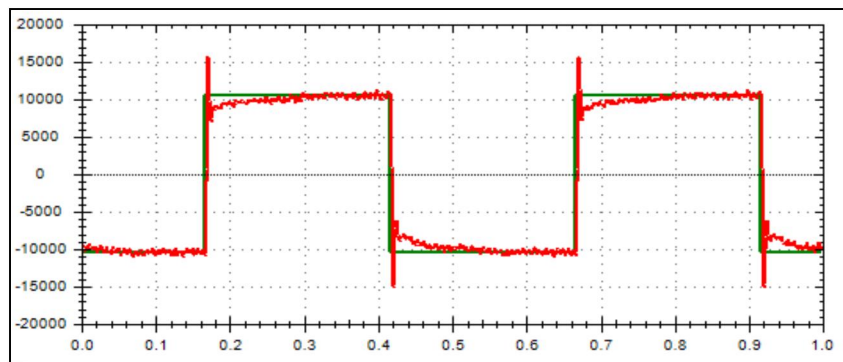

图 16-4 速度环激励响应波形
3. 先调整增益，波形在刚好超调一点，但是未出现过大的震荡即可。然后调节积分，积分数值一般不用给太高，适当消除震荡即可。最终波形应该接近图 16-4 的波形。